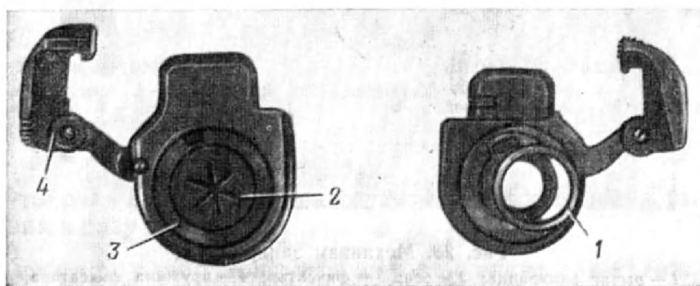

Рис. 26. Ствол собранный:
2.2.2. Ствол собранный (рис. 26) состоит из ствола с головкой 1, шторки 2, прижима 3 и механизма запирания 4.